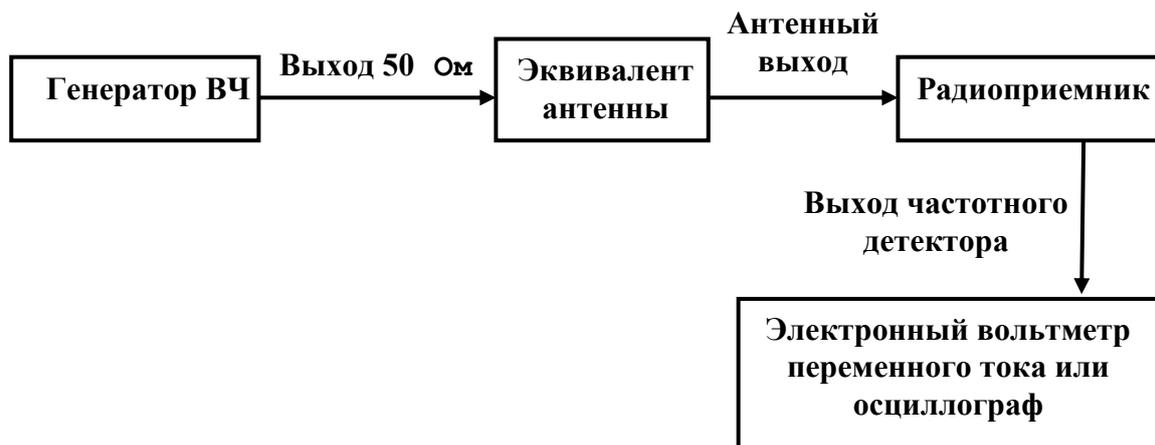

Рис. 26. Структурная схема подключения измерительных приборов №5.
1. Подключить измерительные приборы в соответствии с рис. 26. Подать на вход приемника высокочастотный ЧМ сигнал с уровнем 1 мВ и средней частотой диапазона УКВ или FM (69 МГц по российскому стандарту), установить стандартные измерительные параметры сигнала в режиме «Моно». Настроить тюнер на частоту сигнала.